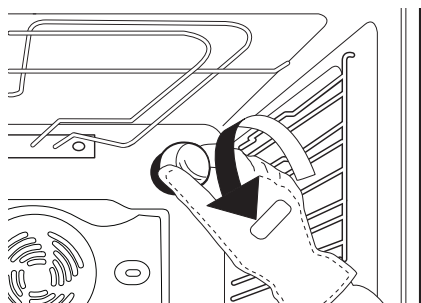

Fig. 5
2. Desatornille la tapa de la lámpara (Fig. 5), cambie la lámpara (véase la nota sobre el tipo de lámpara) y vuelva a colocar la tapa atornillándola.